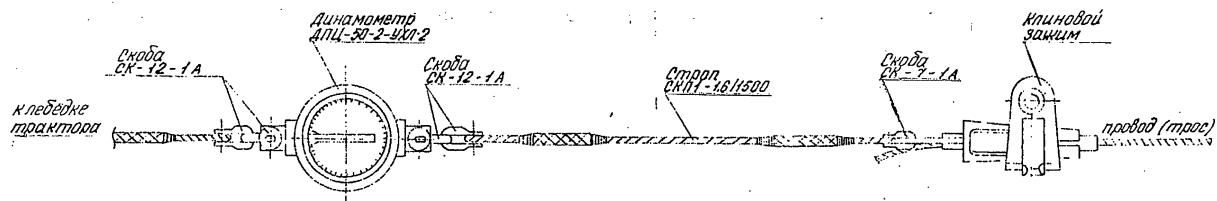

Рис.6.2 Схема отмечания проводов и трассов раскатки опоры на мерной базе.
2.2.2. Установить на мерной базе парные репера со строго вымеренными между ними светодальнометром (рулеткой) расстояниями (рис. 6.2)
- конец провода (троса) закрепить за трактор № 2 и раскатать на всю длину мерной базы (100 м) (Рис. 6.2, 6.3). На высоких точках мерной базы под провод уложить подтоварник (Ø 10-12 см, длиной 1-1,5 м);
- лебедкой трактора № 1 (рис. 6.2, 6.3) провод вытянуть и удерживать тяжение 2 т.с. (для троса 1 т.с.) все время отмера (10-15 мин) контролируя его по динамометру;
- лебедкой трактора № 1 через уравнительный блок (рис. 6.2, 6.4) провода вытянуть и удерживать под тяжением 1-3 т.с. до конца отмера;